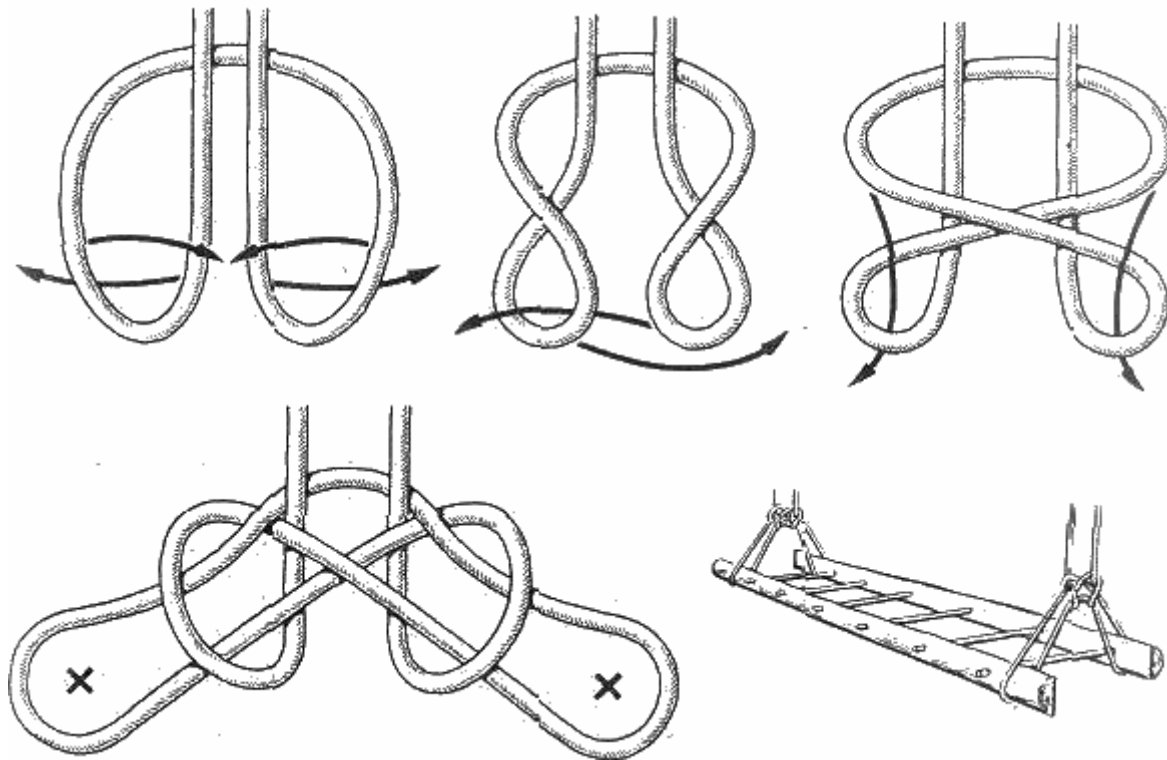

Рис. 78. Боцманский узел (испанский беседочный)
**Боцманский узел** (рис. 78). Этот старинный морской узел иногда называют "**испанским беседочным**". Он так же, как и двойной беседочный, служит для подъема человека вверх или для опускания его с высоты.